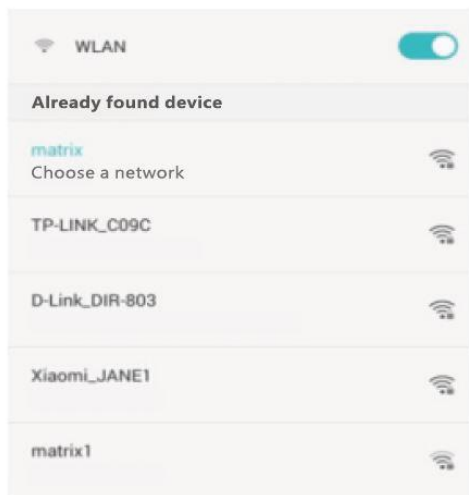

Figure 1
### ①-2 次に、携帯電話/タブレットとビデオマトリックスコントローラをホットスポット「MATRIX」を介して相互に接続します (Figure1 のように、無線 LAN パスワードは